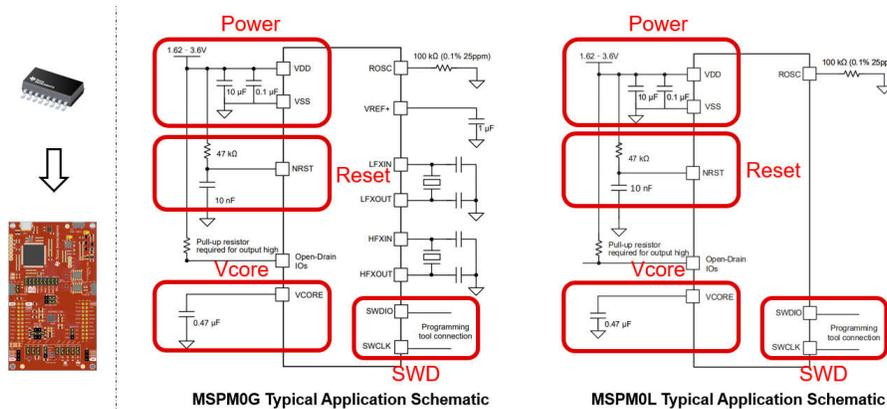

図 2-36. MSPM0 最小システム
3. 自作の基板に組み込むための MSPM0 ハードウェア設計。図 2-36 に、最小システム設計例を示します。